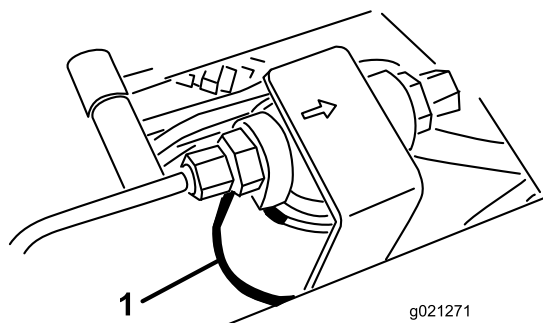
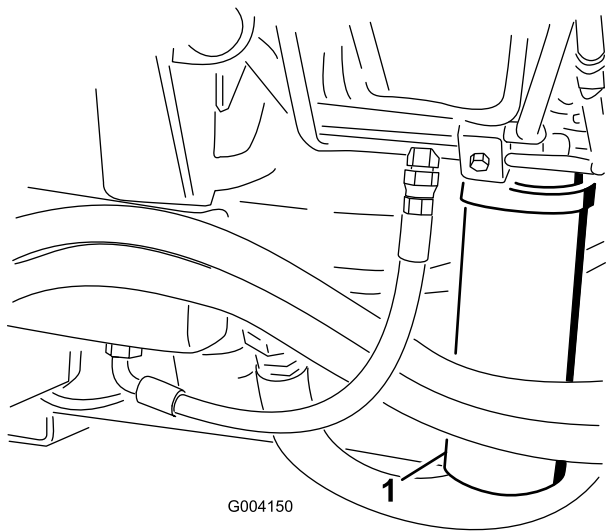

Figura 90
Figura 91
2. Limpie la zona alrededor de la zona de montaje del filtro y coloque un recipiente debajo del filtro (Figura 90 y Figura 91).